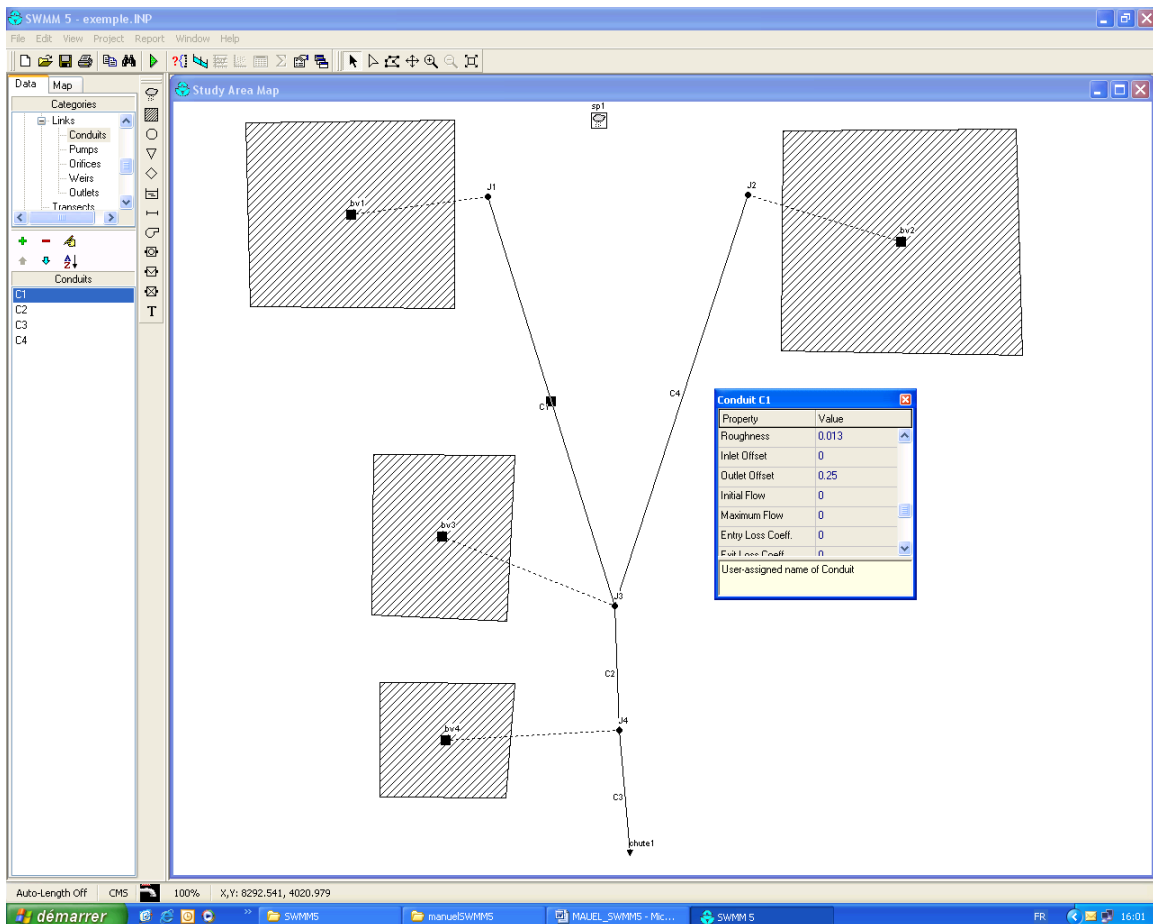

Figure 24 Assignation des données des conduites
- Inlet offset (voir figure 24) 0.1
- Outlet offset (voir figure 24) 0.35